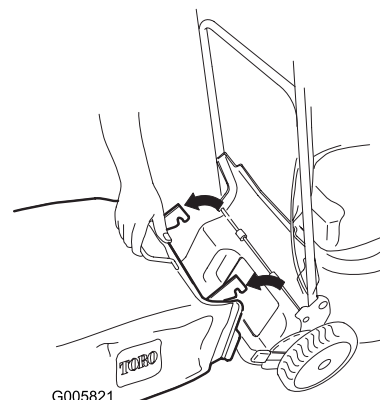

Bild 30
5. Nehmen Sie den Grasfangkorb ab (Bild 30).